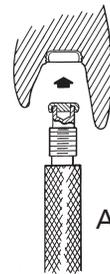

Abb. 13
12. Das Eingliederungswerkzeug für die Patrize (Teil des Locator Werkzeugs) wird verwendet, um die Locator Ersatzpatrize fest in das Metallkappchen zu drücken (Abb. 13). Die Ersatzpatrize muss fest sitzen und mit dem Rand der Kappe abschließen (Abb. 14).